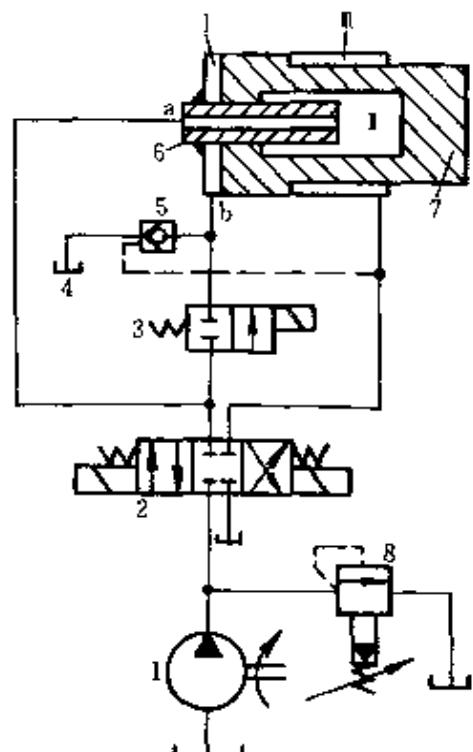

图 7-21 用增速缸实现快速运动的回路
①增加输入执行元件中的流量。
②减小执行元件在快速运动时的有效工作面积。
③将以上两种方法联合使用。
**7-29 图 7-21 所示回路是怎样用增速缸实现执行元件快速运动的？**
答：图 7-21 所示回路中，增速缸是由柱塞式液压缸和活塞式液压缸组合成的复合液压缸。在流量一定的情况下，利用液压缸有效工作面积的不同，实现快慢两种不同的速度。工作情况是：当换向阀 2 左位工作时，液压泵 1 输出